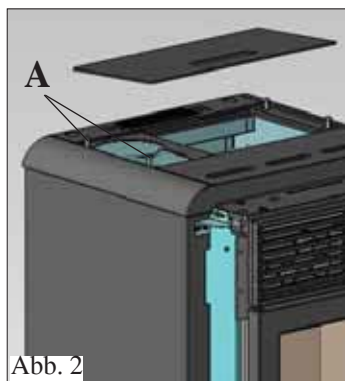

Abb. 2
- Die beiden Schrauben an der gusseisenen Oberseite und der Blechabdeckung (um ca. 15 mm) lockern (A - Abb. 2).